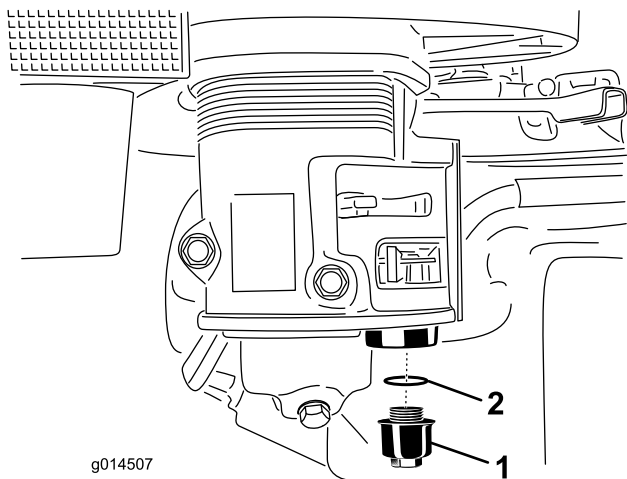

Figura 21
4. Desenrosque la taza de sedimentos (Figura 21).